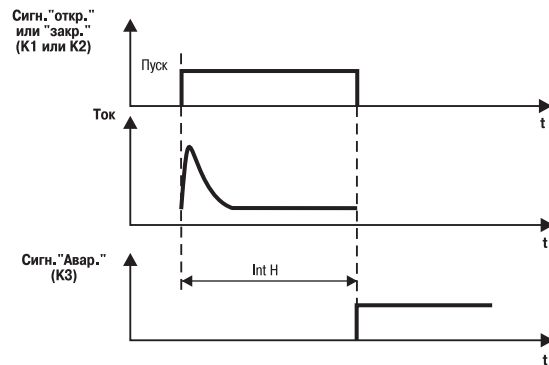

Рис. 9
- время, заданное в параметре  $\overline{IntL}$ , превышено, а соответствующий сигнал от компаратора уровня не поступил (рис. 9); эта аварийная ситуация возможна только в тех случаях, когда опре-